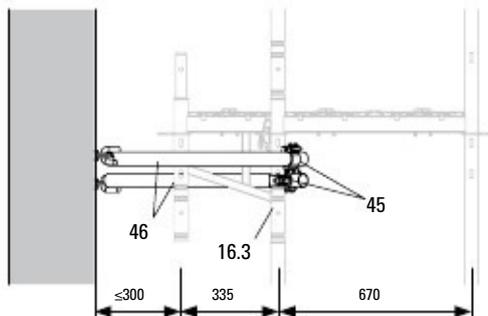

Fig. E1.07
Закрепете две стенни свързки UWT (46) отдолу на припл. 45° спрямо напр.ос. Закрепете ги със свързки за стойки (48) към вътрешната тръба (16.3) на Easy Frame EVF. (Fig. E1.07 + E1.08)